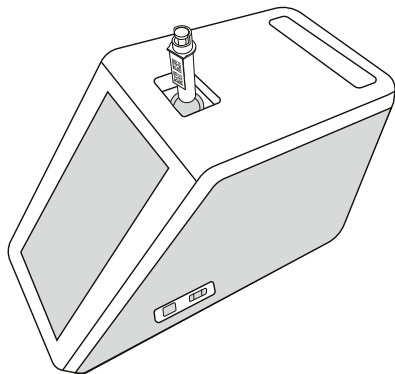

Imagen 8
2. Introduzca una cubeta en el pocillo de medición con el código de barras de la cubeta orientado hacia la parte frontal (véase la **Imagen 8**)